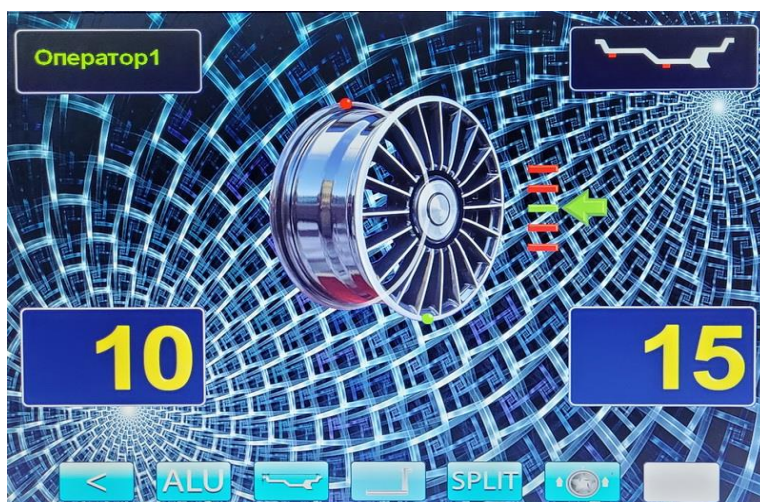

Рис. 13.1.
13.1.4. Запустите СБ, опустив защитный кожух, либо нажав кнопку «START». На экране основного рабочего режима изображение диска колеса начнёт вращаться. После окончания цикла измерения автоматически включится тормозное устройство и вал СБ остановится. В окнах 1 и 4 (рис. 8.2.) появятся значения масс балансировочных грузов в граммах, а на изображении диска появятся две красные точки, отмечающие места их установки (рис.13.1).